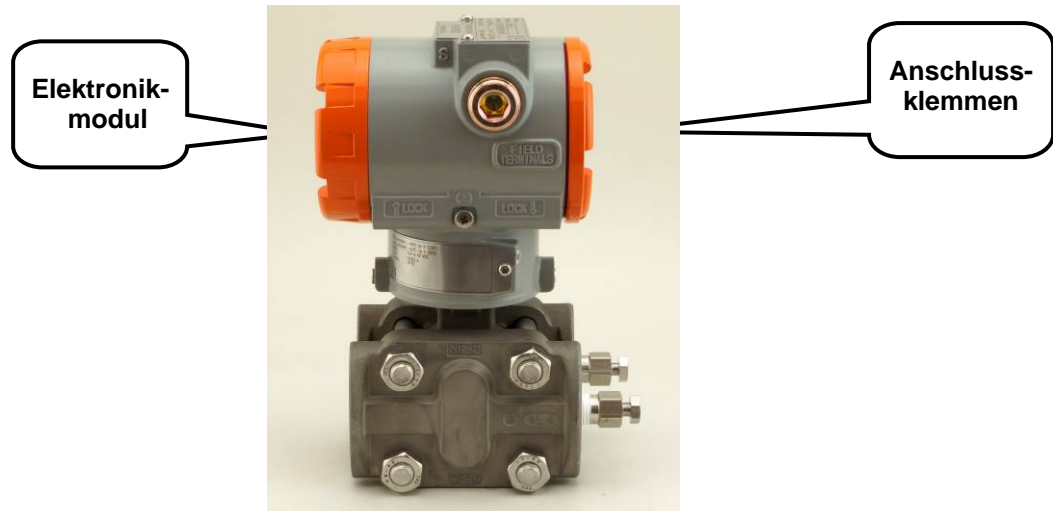

Abbildung 7.2: Gehäuseaufbau
1. Klemmen Sie die Hilfsenergie vom Messumformer ab. Nehmen Sie den Deckel der Elektronikseite des Messumformergehäuses ab (Abbildung 7.2).